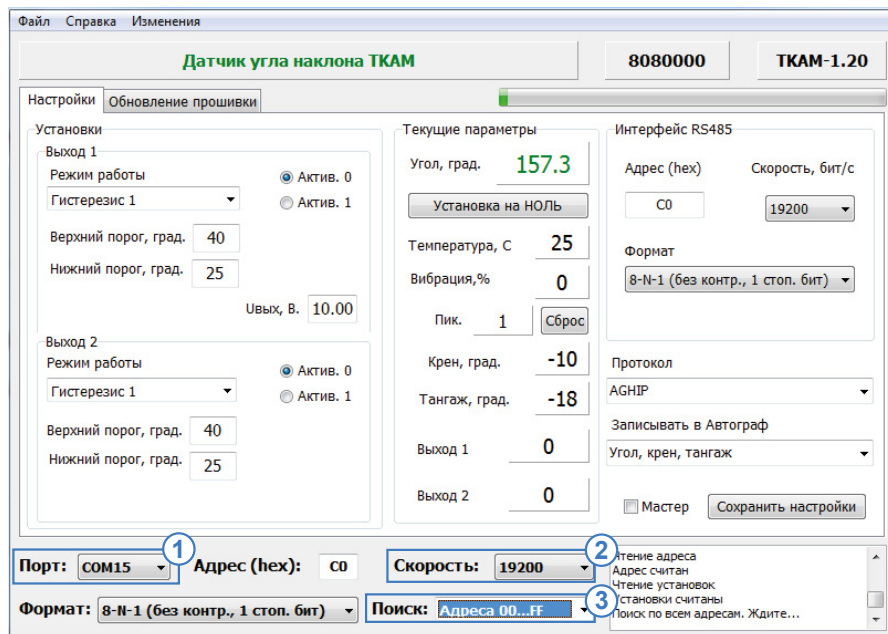

Рис.5. Поиск по адресам от 00 до FF.
- в программе «AGPConf» выберите COM-порт, к которому подключен датчик через программатор (Рис.5, п.1). Посмотреть порт устройства можно в Диспетчере устройств системы;
- выберите скорость, на которую настроена шина RS-485 датчика. По умолчанию – 19200 (Рис.5, п.2);
- выберите диапазон адресов – **Адреса 00...FF** (Рис.5, п.3).